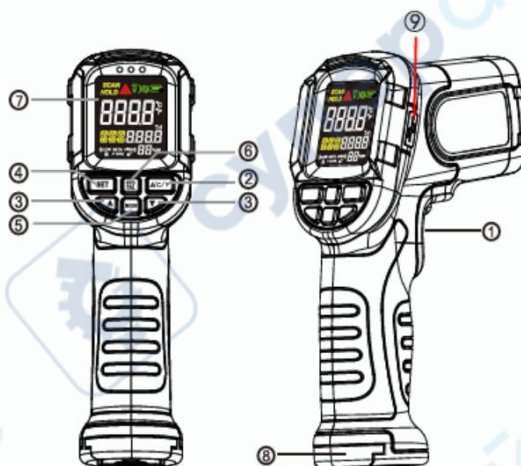

Рисунок 5
3. Кнопки и функции (см. Рисунок 5)
1) Название кнопок (Рисунок 5):
2) Функции (Рисунок 5)
① **Кнопка включения/измерения:** при нажатии кнопки включения/измерения включится экран, повторно нажмите на кнопку для отображения текущего значения температуры, на экране отобразится значок SCAN. Отпустите кнопку, после чего на экране отобразится значок HOLD и полученное значение температуры, данные сохранятся автоматически. Прибор автоматически отключится через 20 секунд бездействия.
② **▲ °C/°F:** Для переключения между единицами измерения °C/°F нажмите и удерживайте кнопку в течение 3-х секунд.